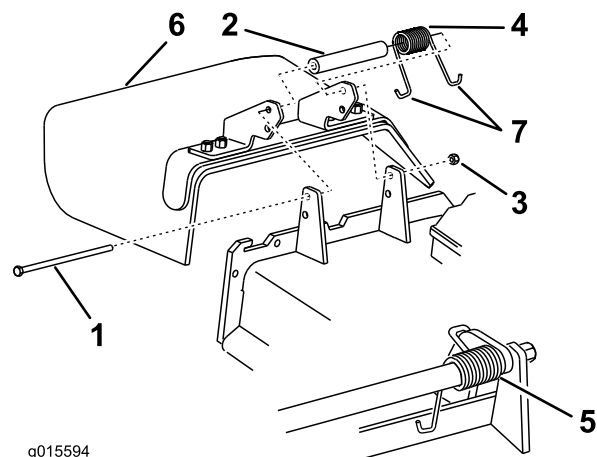

Figura 90
Nota: Certifique-se de que está montada uma extremidade em J por trás da extremidade da plataforma antes de colocar o parafuso como apresentado em Figura 90.
- Coloque o parafuso e a porca. Coloque uma extremidade em gancho J da mola em torno do deflector de relva (Figura 90).
- Retire a porca de bloqueio, o parafuso, a mola e a cunha que fixam o deflector aos apoios de articulação (Figura 90). Se o deflector de relva estiver danificado ou gasto, retire-o.